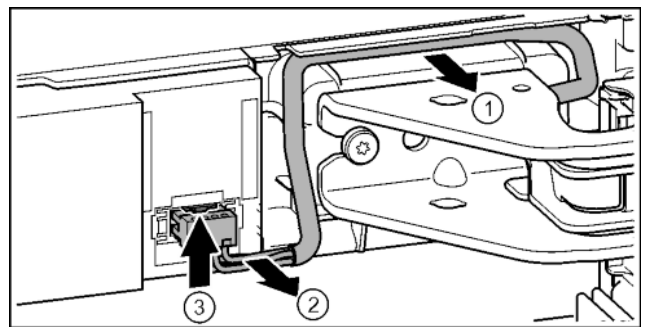

Fig. 19
▶ Осторожно освободить кабель над опорным кронштейном из направляющей. Fig. 19 (1)
▶ Аккуратно вытянуть жилы кабеля из канала. Fig. 19 (2)
▶ Прижать соединительную накладку вверх и осторожно вынуть штекер. Fig. 19 (3)